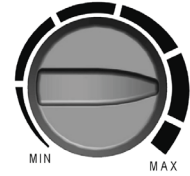

FIG. 4
- Rumtemperaturen kan stilles inn med reguleringsknappen (Fig. 4). Når den forhåndsinnstilte temperaturen er oppnådd, vil termostaten slå av varmeelementene automatisk. Viften fortsetter å gå, og beskytter dermed enheten mot overoppheting. Hvis temperaturen faller under den forhåndsinnstilte verdien, slår systemet automatisk på varmeelementene igjen.